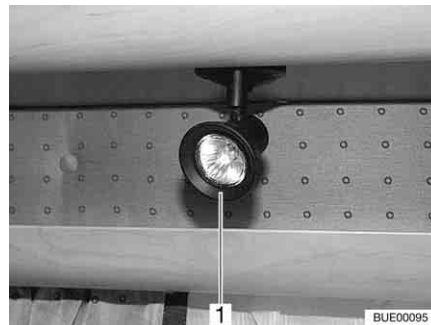

Fig. 218 Spot halogène (orientable)
- Tourner la bague extérieure (Fig. 218,1) vers la gauche jusqu'à ce qu'elle se détache du boîtier.